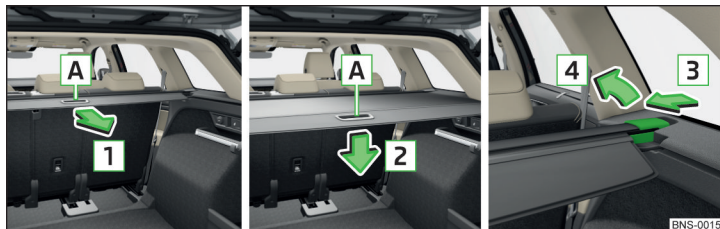

Fig. 149 Cache enroulable : extraction et enroulement / extraction
» fig. 149.
» fig. 149. Le couvre-bagages s'enroule automatiquement. Le cache enroulé de cette manière peut être enlevé.
- Appuyez sur le côté de la barre transversale dans le sens de la flèche **3** et retirez le couvre-bagages dans le sens de la flèche **4** » fig. 149.